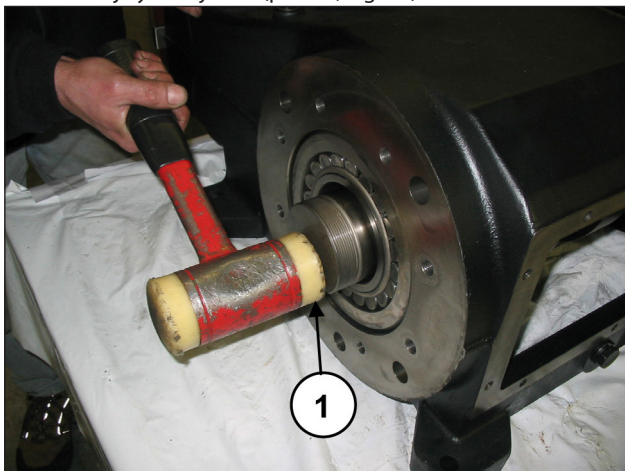

Fig. 28
Extraer el eje acodado con una herramienta de percusión, desde el lado PTO (pos. ①, Fig. 28).